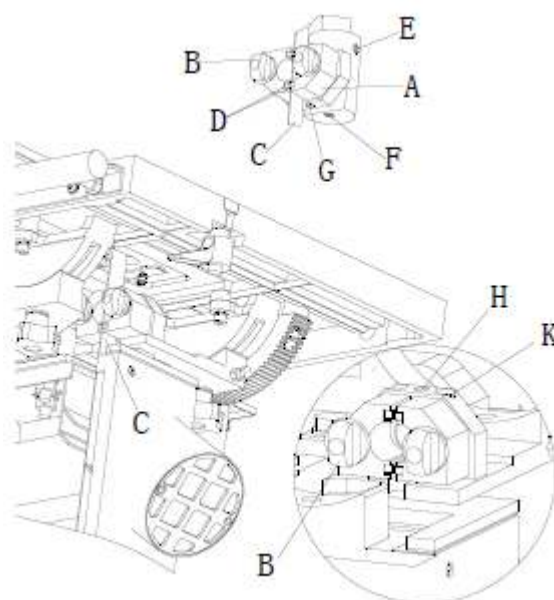

Рис. 12
1. Отрегулировать направляющую пилы, как показано на рис. 12: ослабить рукоятку (B) и затем отрегулировать направляющую пилы (C), круглая керамическая прокладка (D) и параллельную направляющую пилы (C), затем зафиксировать рукоятку (B), гаечным ключом ослабить винт (G) и отрегулировать круглую керамическую прокладку, винт (F) служит для регулировки пилы до и после всех перемещения и колебаний, ослабить (E), отрегулировать направление, после регулировки затянуть все винты.